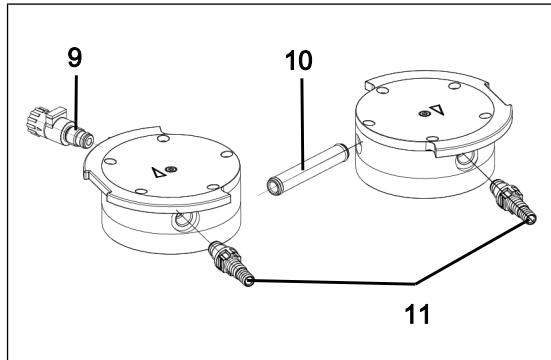

Abb. 10: O-Ringe wechseln
2. Ziehen Sie das Verschaltungsrohr (**10**/Abb. 10) aus dem Kopfdeckel (**3**) heraus.
3. Tauschen Sie die beiden O-Ringe am Verschaltungsrohr (**10**/Abb. 10) aus.
6. Schrauben Sie den Gasballast (**9**/Abb. 10) aus dem Kopfdeckel (**3**) heraus.
7. Tauschen Sie den O-Ring am Gasballast (**9**/Abb. 10) aus.
8. Schrauben Sie den Gasballast (**9**/Abb. 10) bis zum Anschlag in den entsprechenden Kopfdeckel (**3**) ein. Drehen Sie ihn anschließend wieder zurück bis die Fläche nach oben orientiert ausgerichtet ist.
9. Schrauben Sie die Schlauchanschlüsse (**11**/Abb. 10) mit dem mitgelieferten Werkzeug aus dem Kopfdeckel (**3**) heraus.
10. Tauschen Sie die O-Ringe an den Schlauchanschlüssen (**11**/Abb. 10) aus.
11. Schrauben Sie die Schlauchanschlüsse (**11**/Abb. 10) mit dem mitgelieferten Werkzeug in den Kopfdeckel (**3**) handfest ein.
6. Entsorgen Sie die ausgewechselte Membrane (7), Ventilplatten/Dichtungen (4) sachgerecht.
7. Stecken Sie das Verschaltungsrohr (10/Abb. 10) in die Kopfdeckel (3).